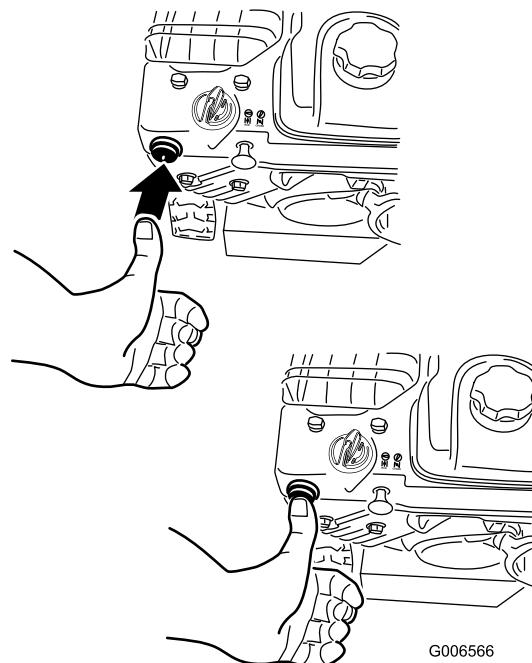

Рисунок 26
- Энергично нажмите большим пальцем кнопку заливочного насоса два раза (при температурах -9°C и выше) или четыре раза (при температурах ниже -9°C), каждый раз удерживая кнопку в течение секунды перед отпусканием (Рисунок 26).